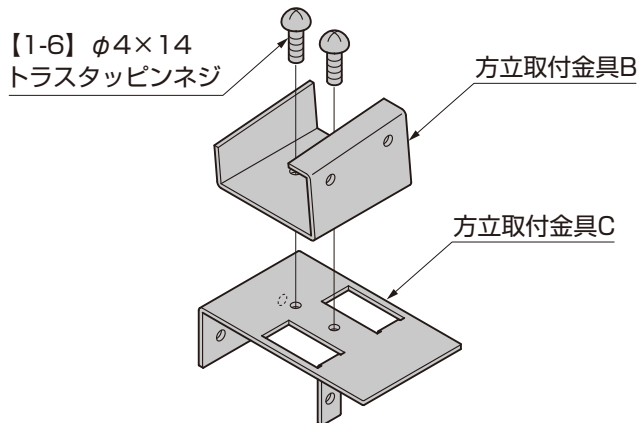

図4-4
- ①方立取付金具Bと方立取付金具Cを【1-6】で取付けてください。(図4-4参照)